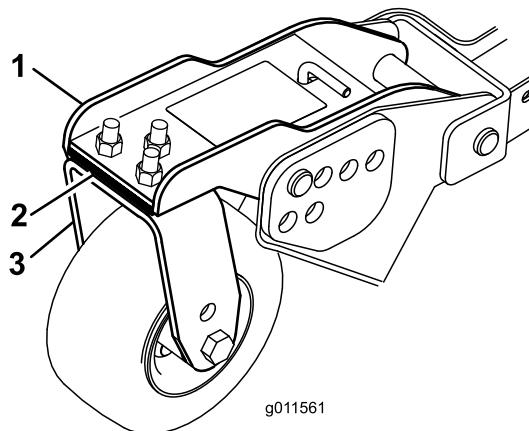

Figura 111
- Retire os parafusos e as porcas que fixam o braço da roda à forquilha de roda (Figura 111).